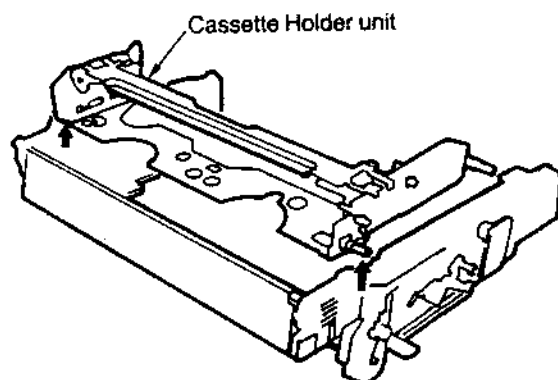

Fig. 4-19
4. Den Kassetteneckhalter herausnehmen, wie in Fig. 4-19 angegeben.
9. Den Kassetteneckhalter wieder einsetzen, und zwar in umgekehrter Reihenfolge als bei Schritt 4 beschrieben, siehe Fig. 4-19.